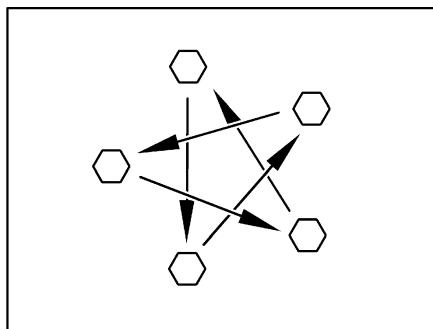

Bild 374 Dra åt hjulmuttrarna eller hjulbultarna korsvis
- Kontrollera regelbundet att hjulmuttrarna eller hjulbultarna är ordentligt åtdragna. Om du har bytt däck ska hjulmuttrarna eller hjulbultarna dras åt korsvis efter 5 mils körning (Bild 374).
- ▷ Dra åt hjulmuttrarna eller hjulbultarna korsvis (Bild 374).